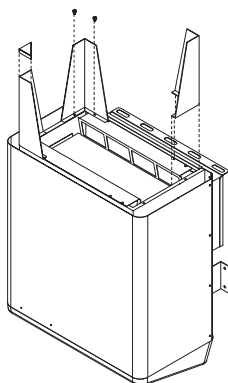

Abb. 4
3. Anschlusskasten mit dem Deckel, Abstandhalter nach außen, verschließen. Verwenden Sie hierzu 2 Stück Blechschrauben (Abb. 4).